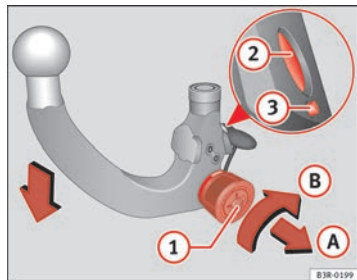

Abb. 157 Abnehmbare Anhängervorrichtung: Kugelstange vorspannen
- Stecken Sie den Schlüssel ① ⇒ Abb. 157 in das Schloss am Handrad und drehen Sie ihn in Richtung der roten Markierung.
- Ziehen Sie das Handrad in Pfeilrichtung A heraus und drehen Sie es anschließend in gezogener Position in Pfeilrichtung B bis der Verriegelungsbolzen ② einrastet und der Auslösebolzen ③ sichtbar ausfährt ⇒ ⚠.